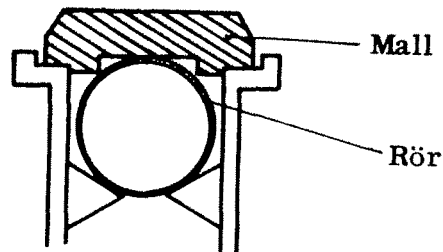

Bild 20
4.1.8.8 Vid behov, reglera höjden på nylonstöden 5 med de fyra justerskruvarna 6 så att röret tangerar mallen utmed hela sin längd, se bild 20.